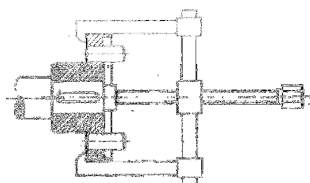

fig. 12
- Retire el acoplamiento con un tirador (fig. 12), retire la llave de acoplamiento (940.52).